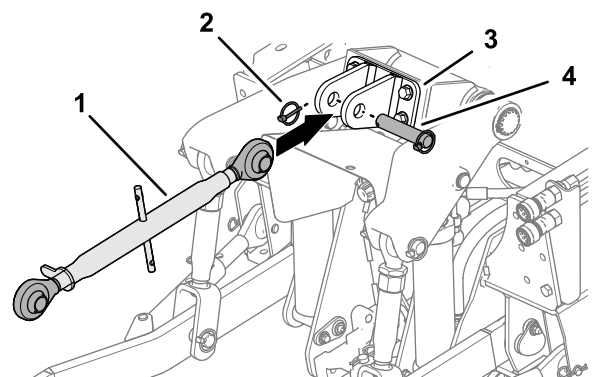

Figura 16
3. Si se retiró, instale el brazo superior del enganche de 3 puntos (Figura 16) en la unidad de tracción.